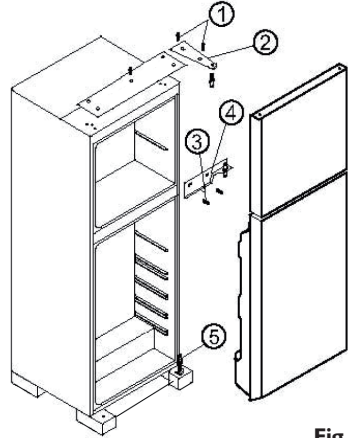

Fig. 1
- Retire los tornillos para sacar la bisagra (Fig. 1, n.º 1 y 2), retire la puerta del compartimento superior y colóquela en un lugar seguro.
- Para retirar la puerta inferior, afloje los tornillos de la bisagra de soporte central y sáquela. (Fig. 1, n.º 3 y 4)
- Levante la puerta inferior desde el pasador de la bisagra (Fig. 1, n.º 5) y colóquela en un lugar seguro.